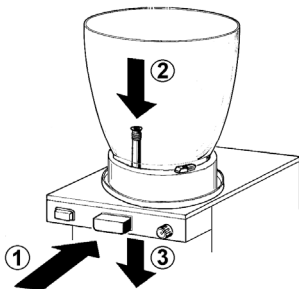

figura 3
Tirare (3) lievemente verso il basso l'estremità del gommino rubinetto fino ad assestarlo completamente (vedere figura 3).